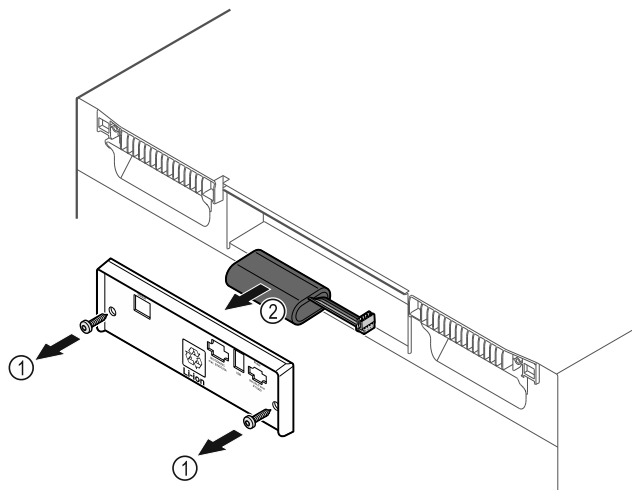

Fig. 202
- ▶ 旋出螺栓并移除冰箱背面的盖板 Fig. 202 (1)。
- ▶ 断开并取出电池 Fig. 202 (2)。